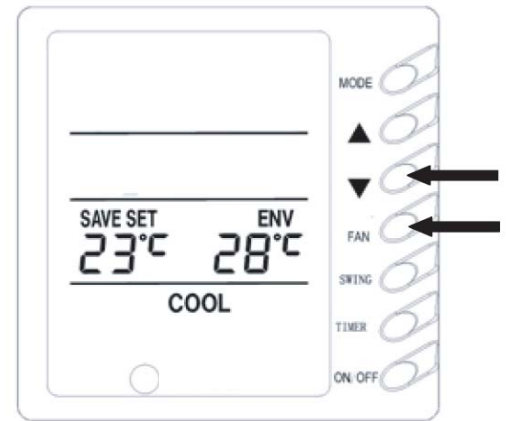

Fig. 9
8) Programación ahorro de energía (Fig. 9)